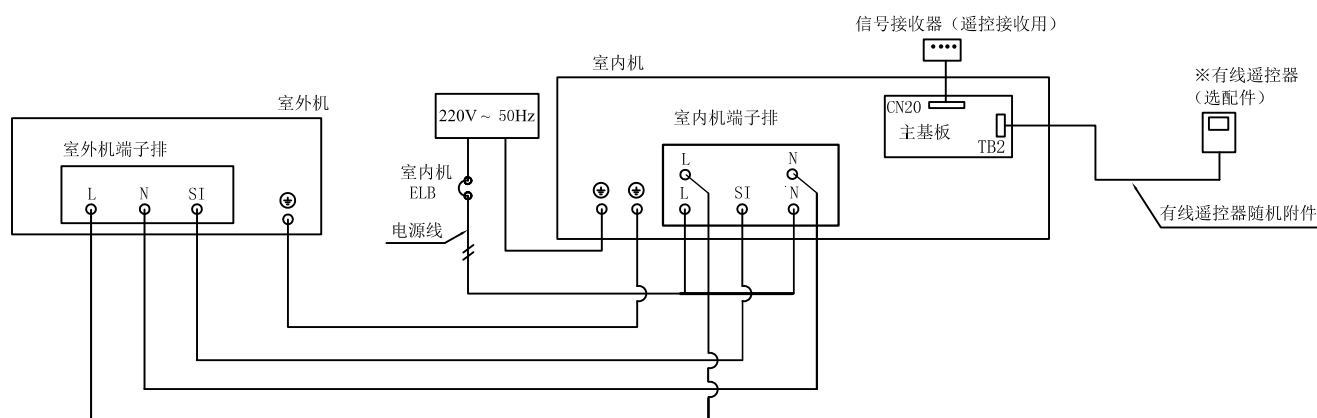

图 6.1 内外机接线图
- (1) 打开电控箱盖。
- (2) 穿过电控箱接线孔和固线夹, 连接信号接收器到内机电控箱主基板的 CN20 插座或者 TB2 端子排上。
- (3) 将电源线穿过电控箱的接线孔和固线夹, 连接电源线和地线到电控箱内相应端子上。电源线必须连接到漏电保护器, 电源线规格参见表 6.1。
- (4) 26~72 机型: 连接室内外机的强电连接线, 穿过电控箱穿线孔和固线夹, 连接室内外连接到电控箱内相应端子上, 保证室内外端子标号一一对应, 参照内外机接线图 6.1。室内外机连接线规格见表 6.1。
- (5) 用固线夹紧固电控箱的电源线、内外机连接线、遥控器线等, 以满足拉力要求。
- (1) 打开室外机维修盖。
- (2) 连接室内外机连接线到电控箱内相应端子上, 保证室内外端子标号一一对应, 参照内外机接线图 6.1。室内外机连接线规格见表 6.1。
- (3) 用固线夹紧固电控箱内的电线。
- (4) 盖好维修盖。